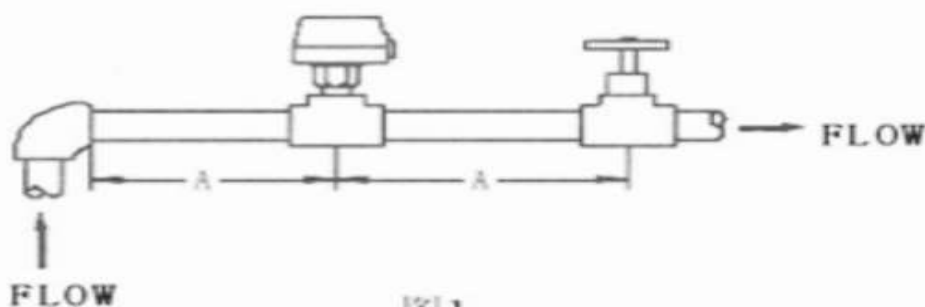

图1
- 3、流量开关一定要安装一段直线管道上，其两边至少 5 倍管径的直线行程，同时应注意管道中液流方向必须与开关外壳上的箭头方向相一致，其接线端子应在易于接线的位置；（图 1）